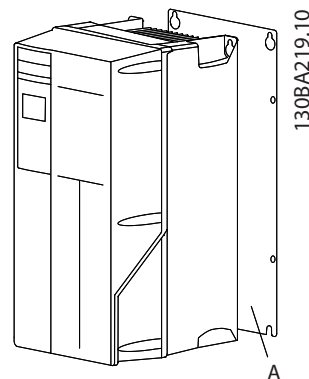
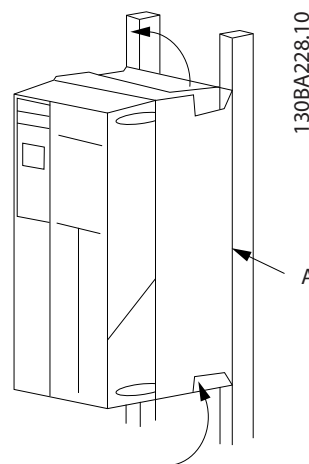

Рисунок 2.2 Правильная установка с использованием задней панели
Рисунок 2.3 Правильный монтаж с использованием реек
- Установите устройство на устойчивую ровную поверхность или прикрепите к дополнительной задней панели для обеспечения циркуляции охлаждающего воздуха (см. Рисунок 2.2 и Рисунок 2.3).